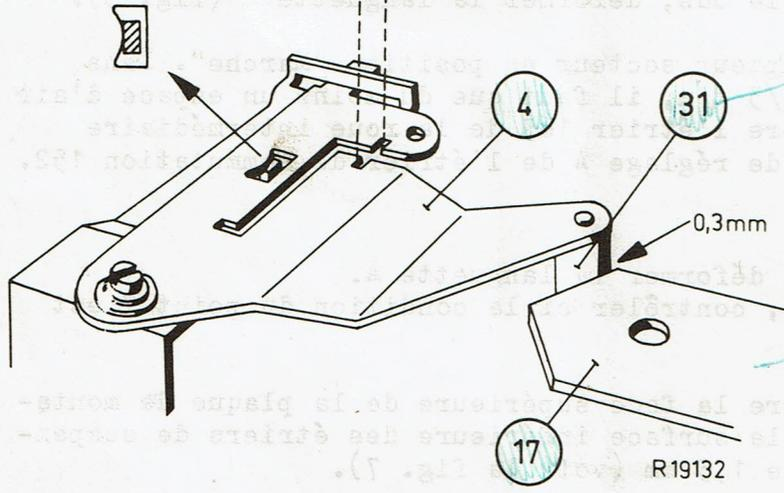

Fig.10
Pendant un cycle de changement, la barrette (17) est d'abord poussée hors de la position d'arrêt pour être ramenée ensuite dans cette position. Quand la barrette (17) atteint sa position extrême, le rouleau (31) du levier de changement (4) passe sur la partie biseautée de la barrette (voir la fig. 10). Le levier de changement tourne vers la droite et entraîne l'extrémité de la broche de centrage. L'ergot de cette dernière se déplace vers l'intérieur de sorte que le disque inférieur tombe sur le plateau.
3. Lorsque la barrette 17 occupe sa position extrême et que la mince broche de centrage est placée dans l'appareil, le rouleau monté sur le levier changeur doit tourner avec souplesse (jeu : environ 0,3 mm). Le réglage s'effectue de la manière décrite en 2. Après le réglage, contrôler si la condition du point 2 est satisfaite (voir fig. 10).